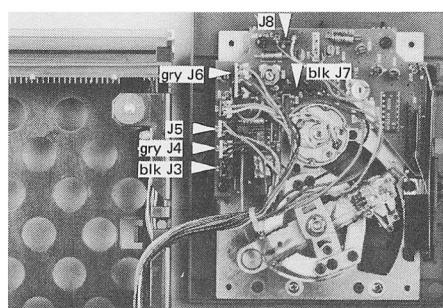

Fig. 2.5
- Die sechs Steckverbindungen (siehe Fig. 2.5) ausziehen. Das Laufwerk kann nun aus der Schublade gehoben werden.